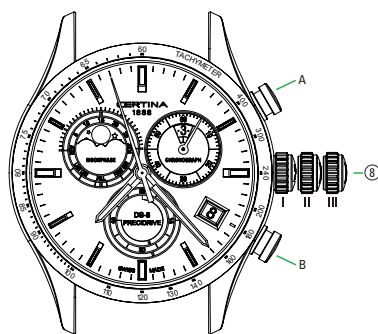

Fig. 1
**Letture del tempo (secondo la Fig. 1)**
**Letture del tempo 1 (secondo la Fig. 1)**